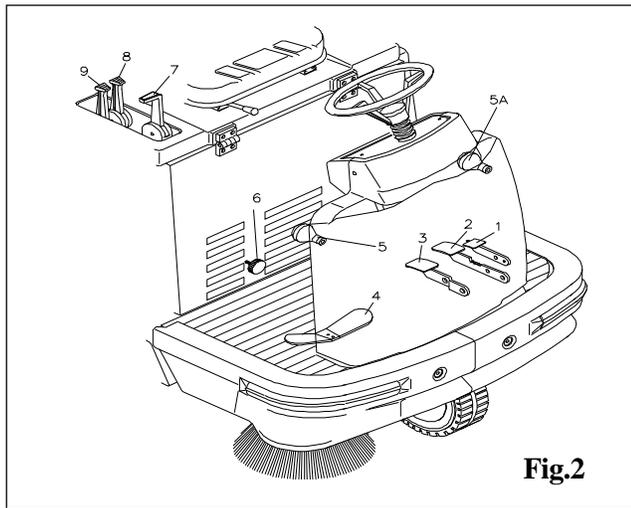
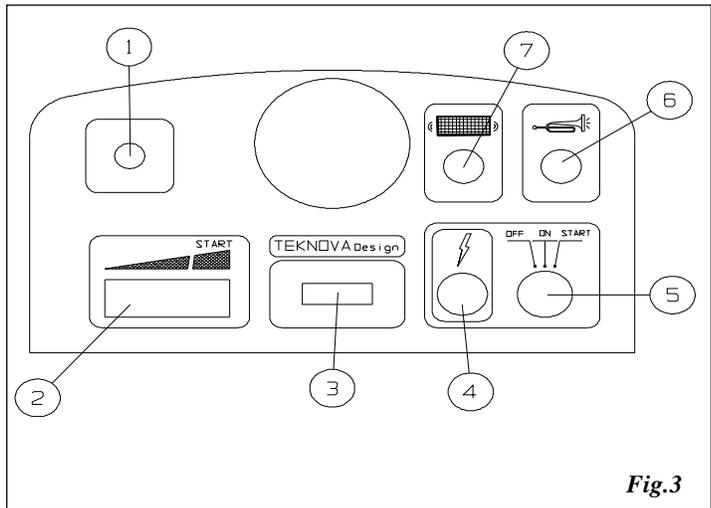

Fig.2
Fig.3
1 : Mettez le levier lève-brosse **5 Fig.2** sur **OFF**.
- Portez le levier de l'accélérateur **2 Fig.3** sur la position de **START**.
- Tirez le levier du starter **1 Fig.3**
- Portez le levier de l'embrayage **9 Fig. 2** dans la position 1 -**START POSITION** et tenez-la en cette position pendant que on va actionner l'interrupteur à clé **5 Fig.3**. Portez l'interrupteur de contact dans la position de **START** et tenez-le comme-ça jusqu'à le m o t e u r va démarrer.
Dès que le moteur à démarré, laissez le levier d'embrayage **9 Fig.2**.
En actionnant le pedal de selection du sens de la marche **4 Fig.2**.
Baisser la brosse centrale en mettant le levier **7 Fig.2** en position de **ON**.
Baisser si nécessaire la brosse latérale, (où les deux brosses latérales dans la version à double brosse) en agissant sur les leviers de commande **5 - 5A Fig.2**
Dans le cas où les brosses soulevaient de la poussière pendant le travail, il est recommandable l'allumage de l'aspiration avec le levier **8 Fig.2**.
Si on devait ramasser des ordures volumineuses et légères agissez sur le pedal léve-flap **3 Fig.2** seulement pour le temps nécessaire pour effectuer cette operation.
Pour arrêter la machine, amener le levier **2 Fig. 3** en position de minimum et tourner la clef **5 Fig. 3** sur **OFF**. On conseille de travailler le moteur étant au nombre de tours maximum.
Appuyez le bouton **7 Fig. 3** et tenez-le appuyé pour quelque second. Répétez l'opération **4 ou 5 fois**.
Avant d'effectuer n'importe quel travail sur la machine, assurez-Vous que la même soit éteinte et que toutes ses fonctions soient désactivées, pour obtenir ça placez l'interrupteur à clé **5 Fig.3** en position de **OFF**.